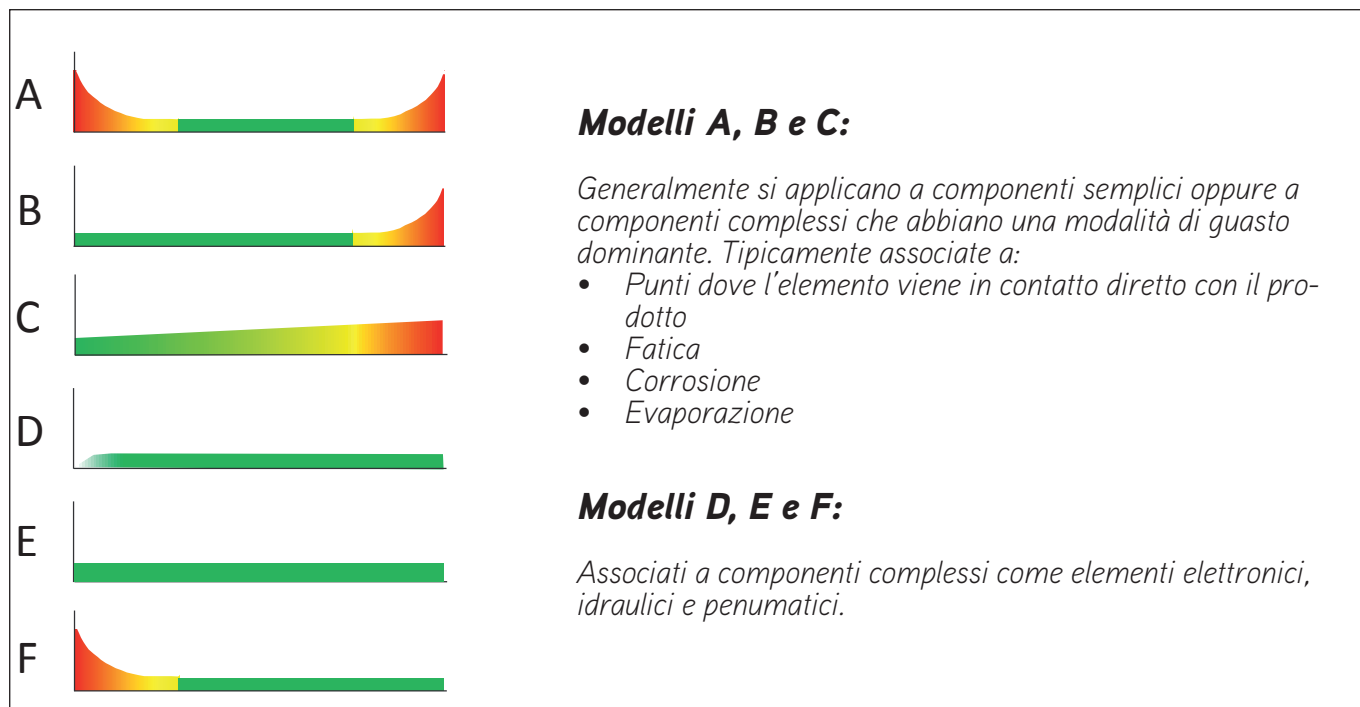

Figura 1 – Tipiche modalità di guasto. Fonte: normativa SAE JA1012
- il modello di avaria, selezionato tra quelli tipici mostrati in figura 1, che guida il tipo di azioni manutentive efficaci (ad esempio, sostituire un pezzo in base alla sua età è utile se il modo di guasto è di tipo "C", inutile se di tipo "E");
- *discard/restore*: tipico nell'approccio time-based, consiste nel sostituire o revisionare un pezzo. L'azione è efficace solo per failure pattern di tipo A, B, C (figura 1).